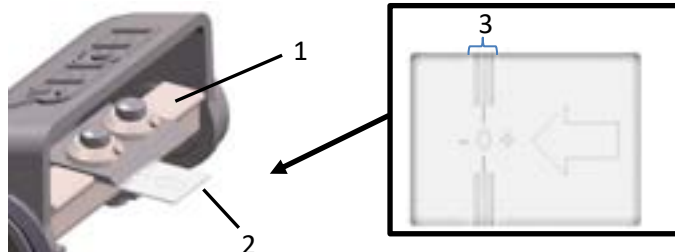

Abb. 9: Messer einstellen
- > Schieben Sie die Einstelllehre (2 – Abb.9) in Pfeilrichtung unter das Messer bis an die Schälwalze (1 – Abb.9) heran.
Achtung: Die Schneidkante des Messers muss sich im markierten Bereich (3 – Abb.9) befinden.